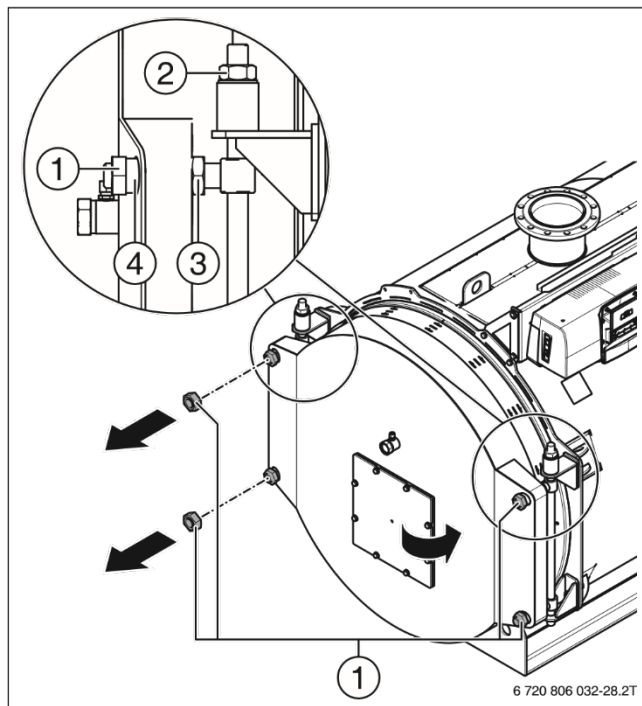

Рисунок 15 Открытие двери котла
► Левая сторона: опустите шарниры, отвернув гайку [2] на 2 - 3 оборота. Дверь больше не может лежать на осях шарнира двери [4] (→Рисунок 15). Правая сторона: поверните стопорную гайку [3] на 2 - 3 оборота в направлении двери котла. Таким образом дверь сдвигается от котла. Между дверью и котлом должен быть зазор не менее 5 мм, чтобы не повредились уплотнения.
- ▶ Заверните гайки (Рисунок 15, [1]) на осях шарниров [4], и притяните дверь до уплотнительных поверхностей.